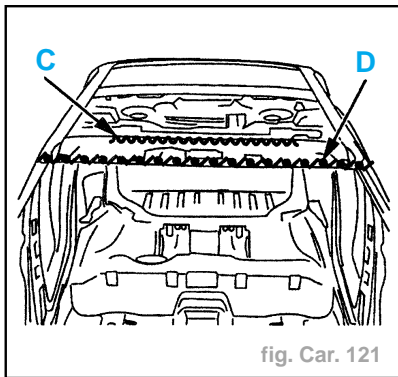

fig. Car. 121
- Appliquer une colle de calage structurale (suivant **C**) (fig. Car. 121).